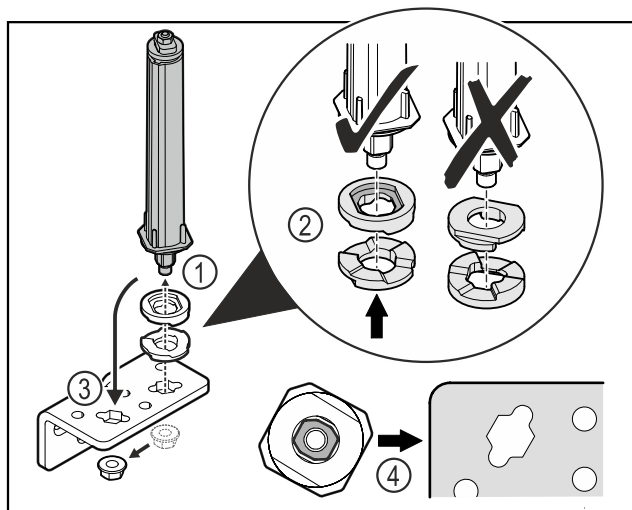

Fig. 26
- ▶ Развийте гайката и свалете затварящата система на вратата Fig. 26 (1).
- ▶ Обърнете внимание на правилното подравняване на шайбите за регулиране на височината Fig. 26 (2).
- ▶ Преместете затварящата система на вратата в ъгъла на пантата и я фиксирайте с гайката Fig. 26 (3).
- ▶ При поставяне се уверете, че затварящата система на вратата е правилно подравнена Fig. 26 (4).